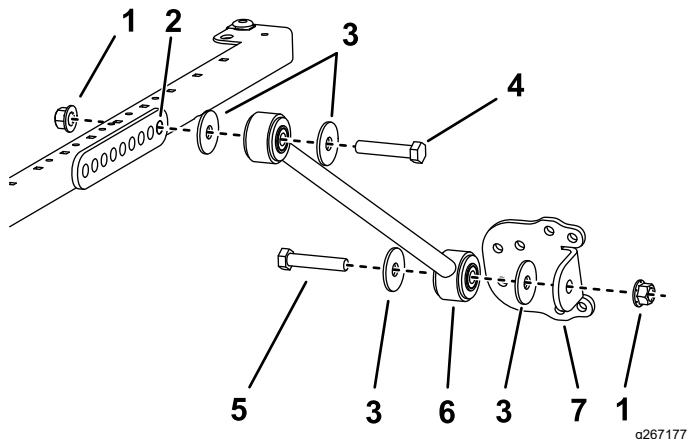

図 33
ブラケットの**後ろ**の穴にブレースを仮止めするボルト $\frac{1}{2}$  x  $2\frac{1}{2}$ "、ワッシャ $\frac{1}{2}$ "、フランジナット $\frac{1}{2}$ "を使用して図 33 のように取り付ける。
11. 各ブレースに、ブレースブラケットを仮止めするボルト $\frac{1}{2}$  x  $2\frac{1}{2}$ "、ワッシャ $\frac{1}{2}$ "、フランジナット $\frac{1}{2}$ "を使用し、図 33 のように取り付ける。